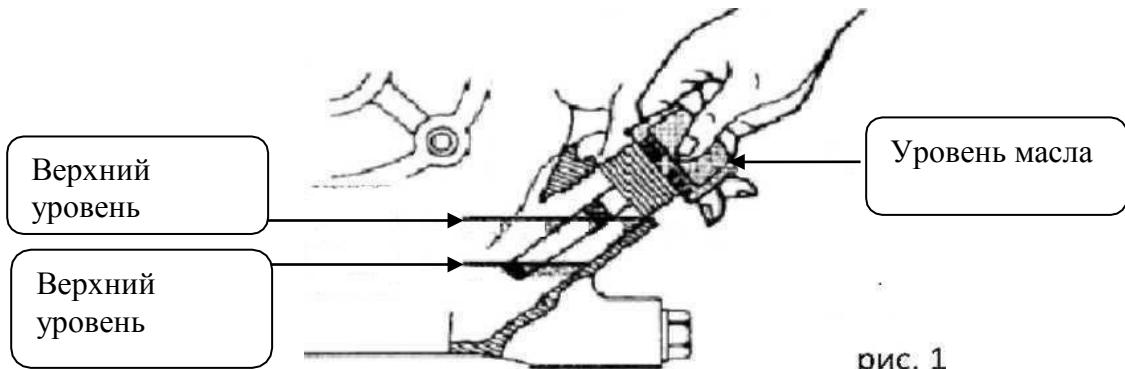

рис. 1
Общий вид виброплиты схематично представлен на рис. 1:
- 1-4. Проверьте уровень масла и, если уровень масла низок, нужно его долить. Используйте масло, соответствующее сорту, указанному ниже в таблице (рис. 1).